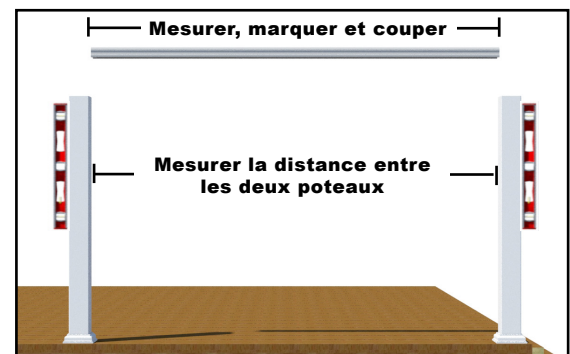

Fig. 7
- Placez vos poteaux où vous le souhaitez, puis mesurez la distance entre les deux poteaux. (Voir la Fig. 7.)